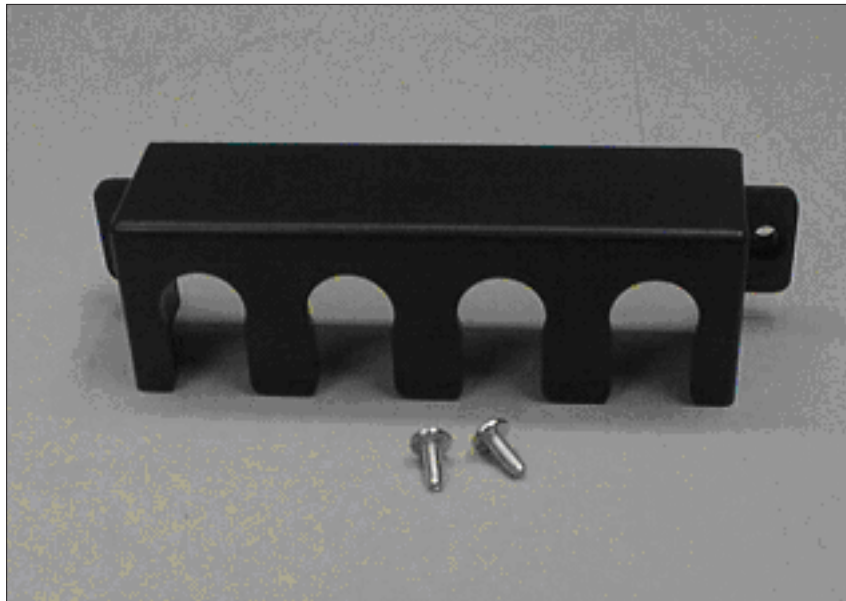

図 26. 2145 UPS-1U のケーブル保持ブラケット・ハードウェア
2. 梱包からブラケットと 2 個のねじを取り出します。 図 26 を参照してくださ